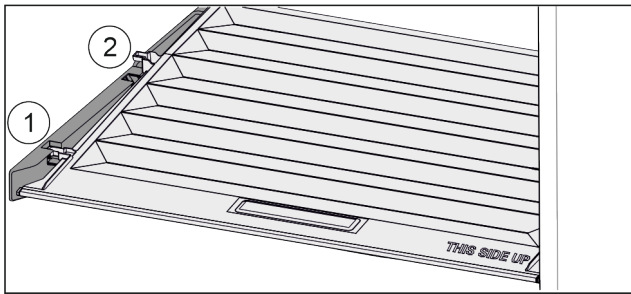

Fig. 97
- ▶ Кришку до отвору в деталях для підтримки потягнути вперед Fig. 97 (1).
- ▶ Підняти ззаду знизу та вийняти Fig. 97 (2) вгору.